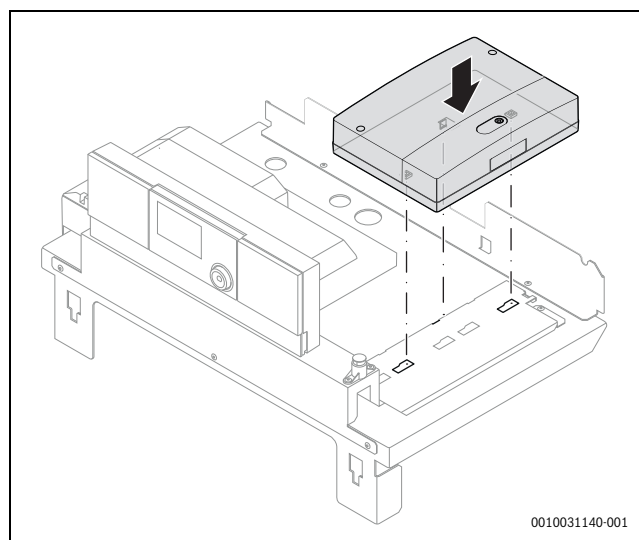

Fig. 17 Montage du module électronique sous le capot de la chaudière (exemple)
- Monter le module sous le capot de la chaudière, conformément aux fig. 17 et 18.